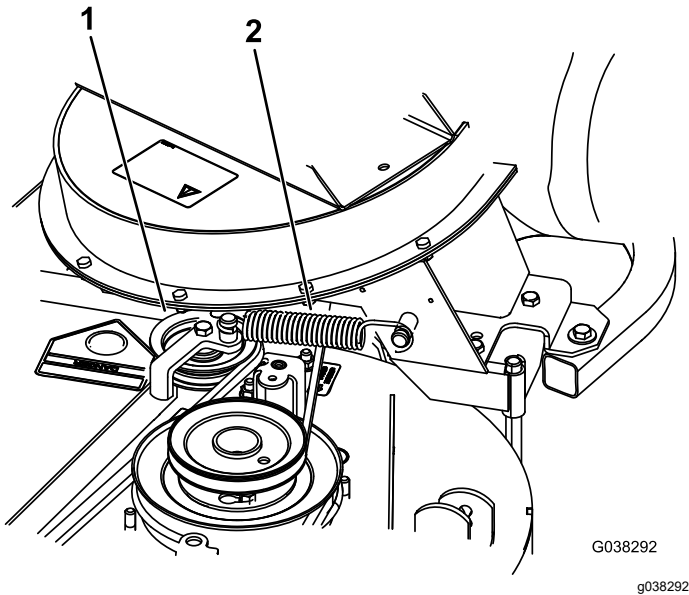

**Figura 40**
3. Desaperte ou remova o guia da correia (Figura 40).
4. Empurre a polia intermédia da mola para trás para aliviar a tensão da correia (Figura 40).
6. Instale a nova correia em redor da polia do soprador (Figura 40).
7. Aperte ou instale o guia da correia (Figura 40).